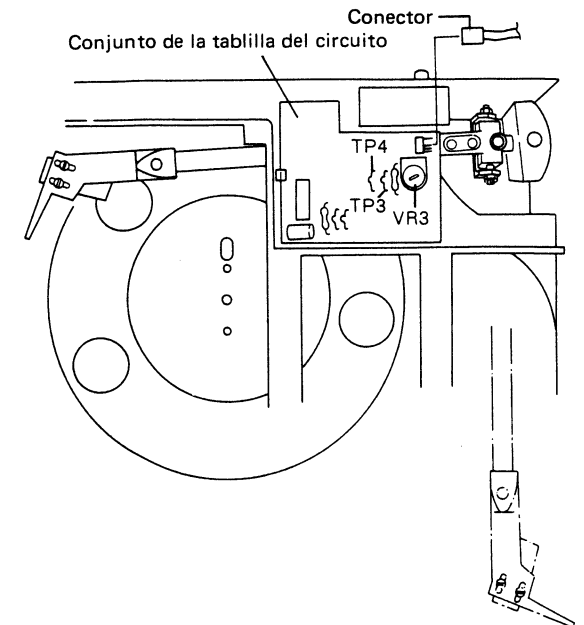
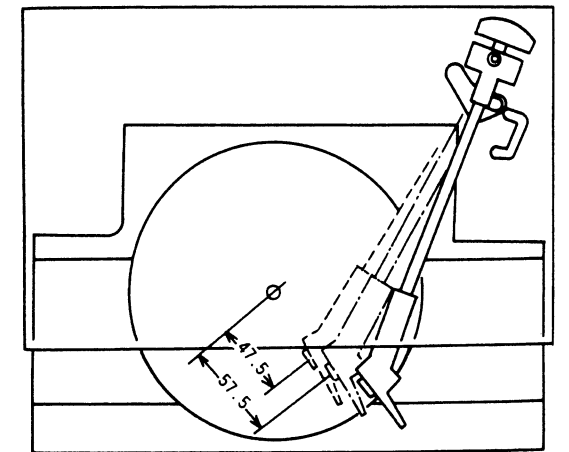

Fig. 12-3 Ajuste 1 del sensor de finalización
Fig.12-4 Ajuste 2 del sensor de finalización
2. Con el aparato en el modo de reproducción, desconectar el interruptor de la alimentación. Luego desconectar el conector (CN) del conjunto de la tablilla del circuito para cerciorarse de que el motor del mecanismo y el motor del giradiscos no se mueven.
3. Conectar un voltímetro de CC entre el TP3 y TP4 (GND) como se muestra en la Fig. 12-3. Conectar el interruptor de la alimentación y poner la aguja del brazo fonocaptor 47,5mm del eje central. Leer la tensión del voltímetro en esta posición (Fig. 12-4).